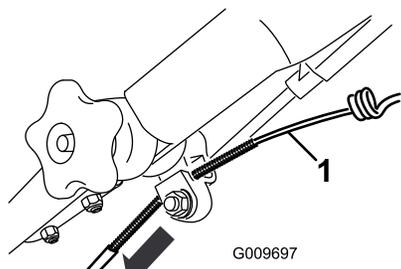

Рисунок 43
3. Сдвигайте оболочку тросика в направлении вниз до полного выбора слабину открытой части тросика (Рисунок 43).